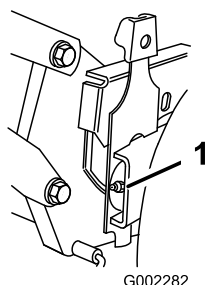

Figura 19
2. Limpie con un trapo limpio los puntos de engrase (Figura 19).
3. Conecte una pistola de engrasar al punto de engrase y bombee suavemente dos o tres veces con grasa de litio de propósito general N° 2 (Figura 19).